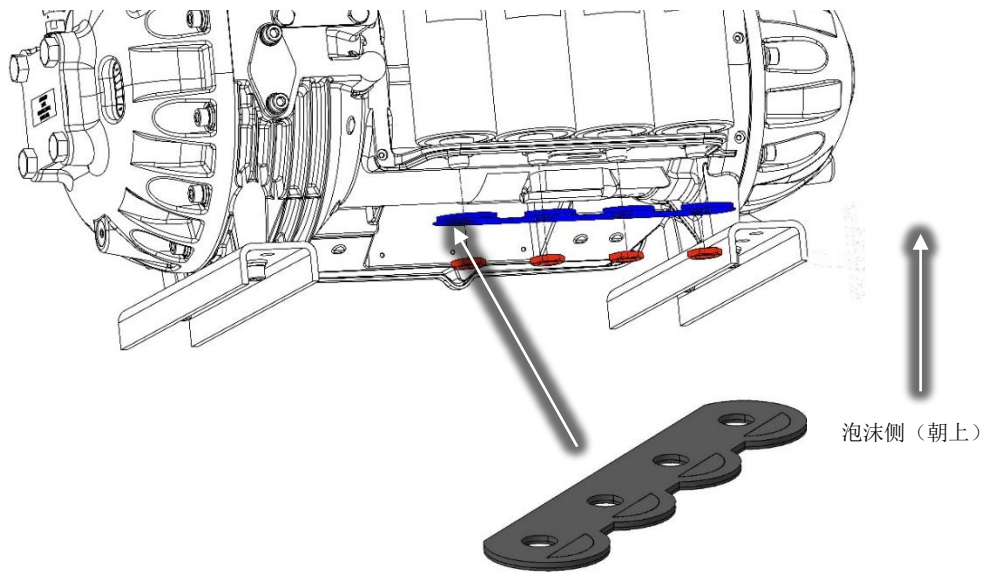

图 14 - 减压膜方向
14. 将新的电容器减压膜安装在压缩机外壳下方，电容器下面的尼龙螺母上。该薄膜由一个封闭泡沫和一个 PVC 衬垫组成。泡沫侧应朝上。参见图 14（减压膜方向）图示。